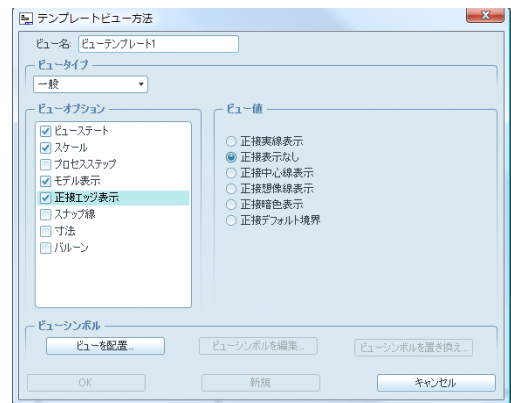

図 10-49 正接エッジ表示
- ・「正接エッジ表示」⇒「正接表示なし」(図 10-49)